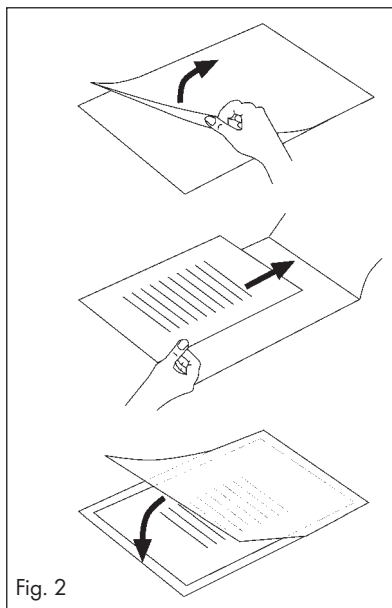

Fig. 2
-  Certifique-se de que utiliza apenas uma película plástica para a plastificação. Abra-a previamente, conforme ilustrado na fig. 2 a título de exemplo.